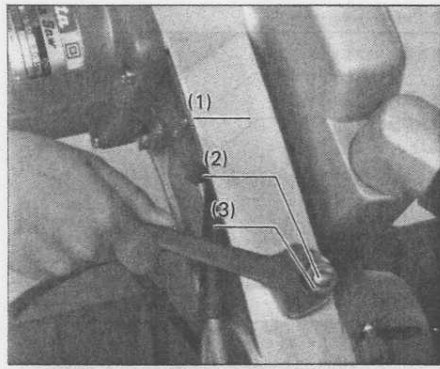

Fig. 4
- Contrôler si la lame n'entre pas en contact avec la base lorsque la position est basse. Fig. 4
| ● Is the saw blade tip contacting the turn base when the blade is fully lowered? | Fig. 4 |